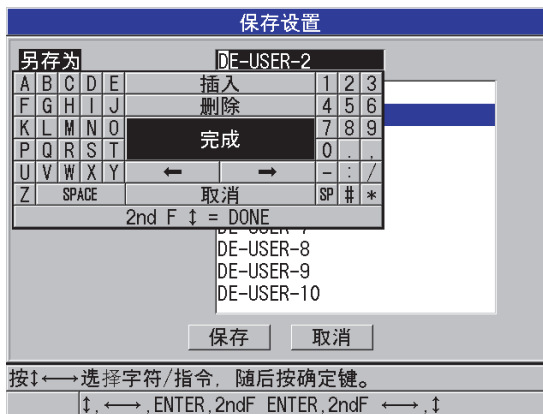

图 12-6 保存设置
- b) 在 **保存设置** 屏幕中, 输入所需的自定义设置文件名称 (参见第 223 页的图 12-6)。